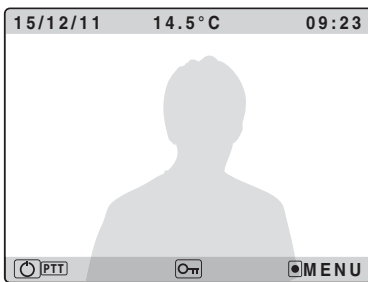

Fig.1a
- Rispondere in modalità viva-voce premendo il pulsante  Fig.1a (o sollevando la cornetta per il modello KRV76);
- To answer in hands free mode press the  button Fig.1a (or pick up the handset on model KRV76);